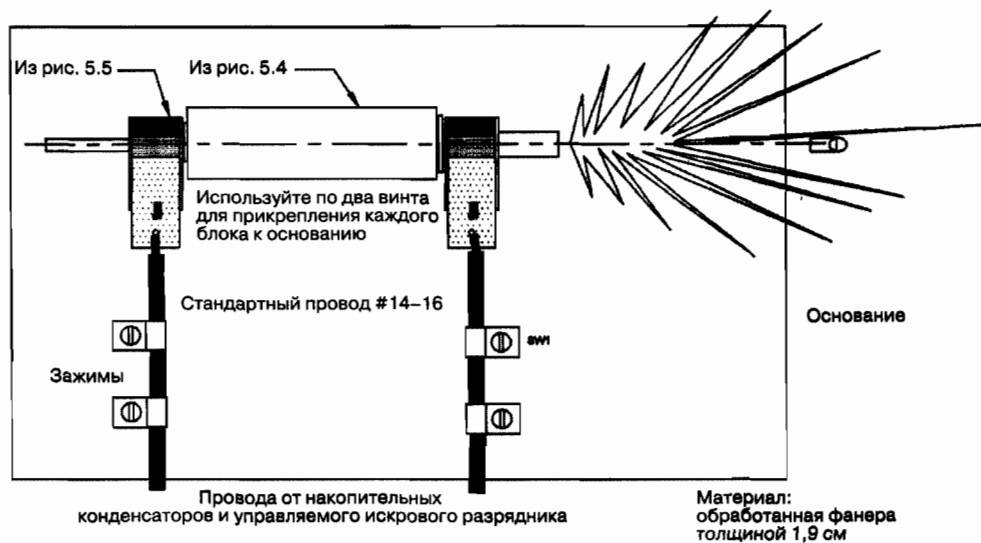

Рис. 5.6. Плазменное ружье: вид сверху во время выстрела и взрывная волна из дула
6. Изготовьте основание из фанеры толщиной 1,9 см (см. рис. 5.6). Из эстетических соображений отшлифуйте и покройте его лаком. Смонтируйте компоненты, как показано на рисунке, и поместите провода на место с помощью нейлоновых зажимов и винтов диаметром 1,27 см (0,5 дюйма). Припаяйте провода к пружинным электродам.